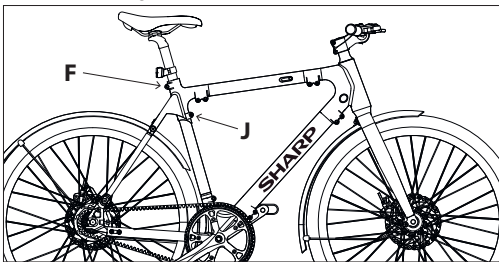

Figuur 2-1
- Sluit de kabel van de displaysensor aan, zoals getoond in [Figuur 2-1] en [Figuur 2-2].